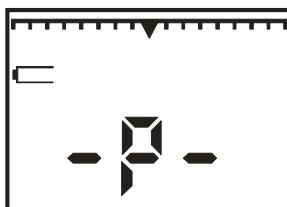

Рисунок 9.3
9.7 При снижении напряжения на аккумуляторной батарее менее 3,0 В на индикаторе отображается надпись «-Р-» и периодически кратковременно включается звуковой сигнал (рисунок 9.3). При дальнейшем разряде аккумуляторной батареи питание газоанализатора отключается автоматически.